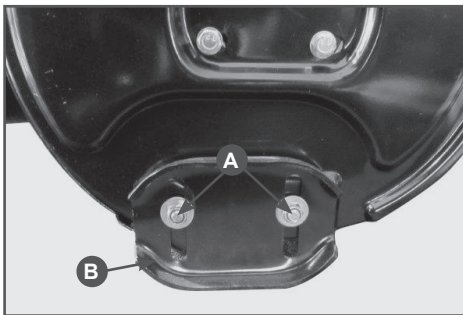

Рис.17 Регулировка высоты забора снега
2. Ослабьте гайки крепления салазок (А, Рис.17) и установите салазки (В) на необходимую высоту. Снова затяните гайки.